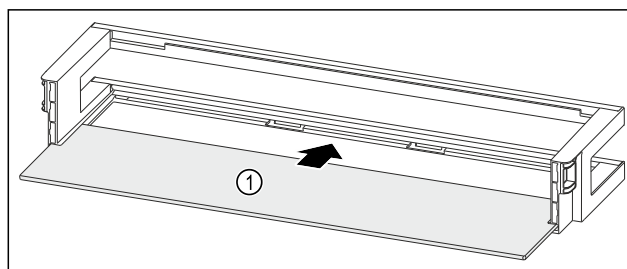

Fig. 58 Дверная полка со съемной полкой
- Вдвиньте съемную полку Fig. 58 (1) в боковые пазы.